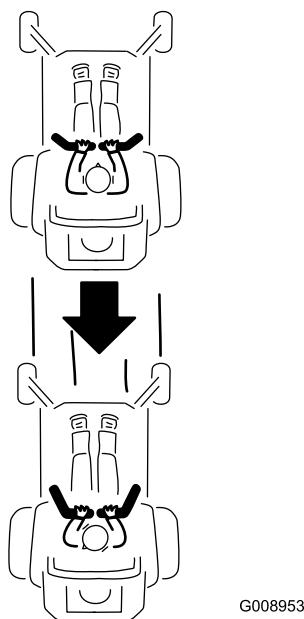

Figura 27
2. Pentru a vă deplasa cu spatele, trageai uor manetele de control al micării spre spate (Figura 27).